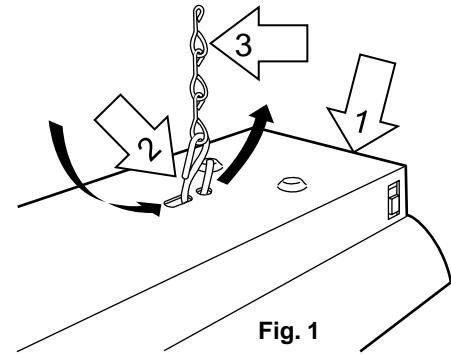

Fig. 1
1. Enfiler les petites boucles de crochets en S (2) à une extrémité de chaque chaîne de support (3). Enfiler les grands boucles de crochets en S (2) à travers les trous prévus dans le boîtier (1). Fermer les deux extrémités de chaque crochet en S (2) à l'aide d'une pince. (Fig. 1)
2. Choisir un emplacement pour l'installation. S'assurer qu'une prise secteur standard 120 V/60 Hz se trouve à portée du cordon d'alimentation en la lampe. Installer deux crochets (non fournis) à l'emplacement choisi au plafond. Fixer la lampe au plafond en passant l'autre extrémité des deux chaînes (3) dans les crochets.
3. Pour installer des tubes fluorescents, guidez les broches à une extrémité de l'tube dans l'une des douilles (4). Placez l'autre extrémité de l'ampoule, l'ampoule dans la douille (4) opposée. Faites pivoter l'tube 90° (1/4 tour) dans un sens ou l'autre jusqu'à ce qu'elle se bloque en place. Assurez-vous d'utiliser le bon type et lampes de puissance qui sont indiquées sur l'étiquette fournie avec l'appareil.